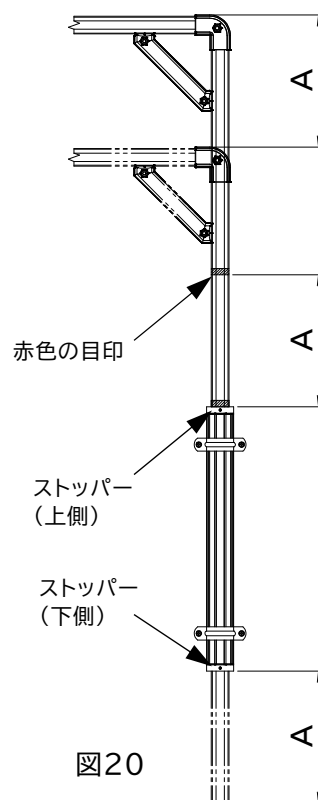

図20
- ・ 赤い目印までの範囲(表1、図20参照)で高さを調整し、ストッパーの2箇所のネジをしっかりと締め付けて固定してください。